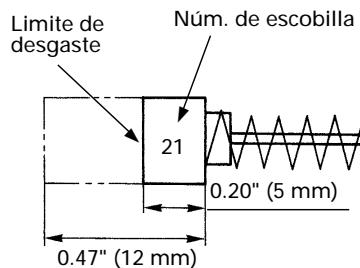

Fig. 8
4. Inspeccionar los carbones de contacto (Fig. 8)
NOTA: Utilice las escobillas HITACHI Núm. 21 indicadas en la Fig. 8.